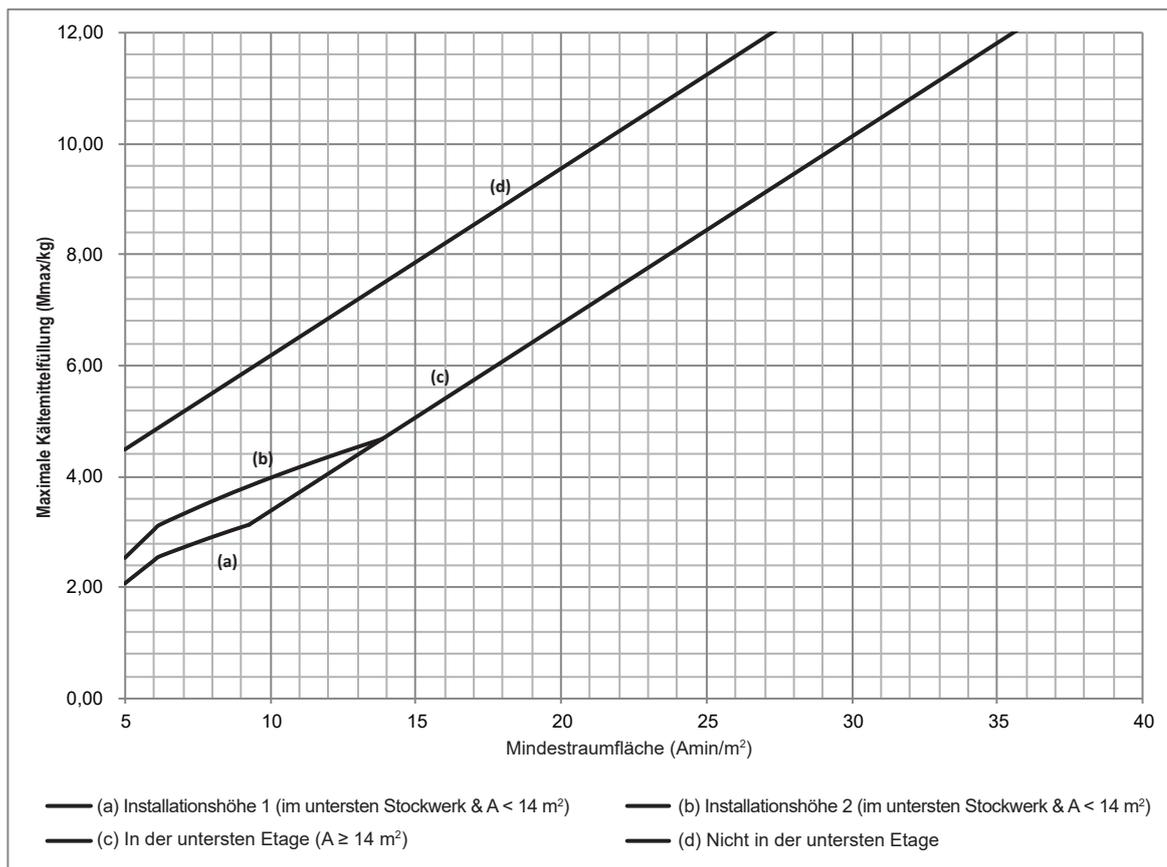

Abbildung 1-5
Wenn das System mit einer werkseitigen Kältemittelabsperrovorrichtung an der Hauptleitung des Außengeräts und einem an das Innengerät angeschlossenen Alarmgerät ausgestattet ist, können weitere Regeln in Bezug auf die Kältemittelfüllung und den Raumbereich befolgt werden. Abbildung 1-4 und Tabelle 1-4 eignen sich für 8-10 kW und Abbildung 1-5 und Tabelle 1-5 eignen sich für 12-18 kW.
- Wenn das System auf Fall (d) in Abbildung 1-4 und Tabelle 1-4 oder Abbildung 1-5 und Tabelle 1-5 zutrifft, darf die Mindestraumfläche für ein 8-10 kW Außengerät nicht weniger als 7 m2 und die Mindestraumfläche für ein 12-18 kW Außengerät nicht weniger als 10 m2 betragen.